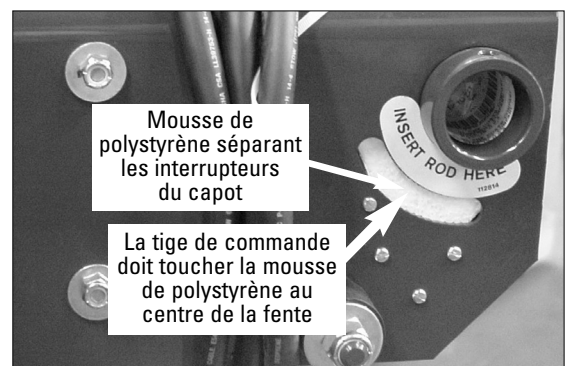

Figure 6 – Fente dans le support du capot
10. Ensuite, installez l'assemblage du capot sur le support de fixation. Alignez soigneusement la tige de commande de sorte qu'elle touche la mousse de polystyrène au centre de la fente et demeure ainsi au centre pendant que vous insérez la barre stationnaire du capot. À mesure que vous glissez la barre stationnaire, veillez à ce que la tige d'actionnement pousse sur la mousse de polystyrène (voir Figure 6). Assurez-vous que la mousse est bien enfoncée. Sinon, servez-vous d'un tournevis pour l'enfoncer jusqu'à ce qu'elle disparaisse.